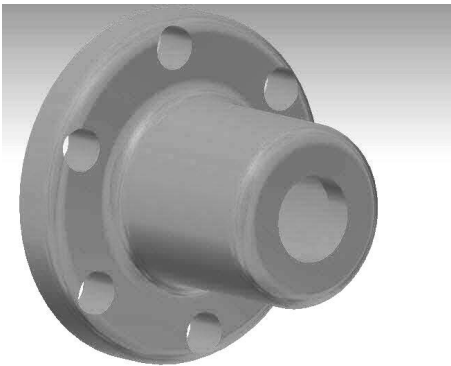

Abb. 1.1: Ein Bauteil (*.ipt-Datei)
1. Die *Volumenkörper* werden in *.ipt-Dateien gespeichert. Hinter der Abkürzung steht der Begriff »*Inventor-ParT*«, kurz IPT oder deutsch *Bauteil* (Abbildung 1.1).